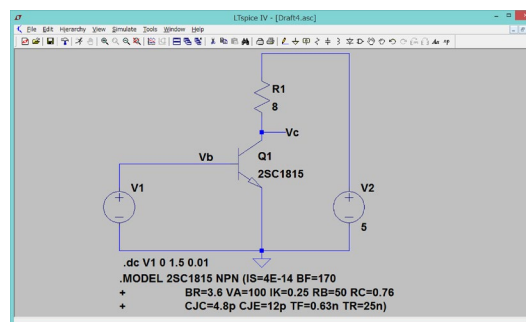

図 2.10 テキスト図 10.4 の回路
2. トランジスタを追加する．トランジスタは Component の npn を選択する．完成図は図 2.10 参照．
出力側の電源(図 2.10 の場合は，V2)は 5 V